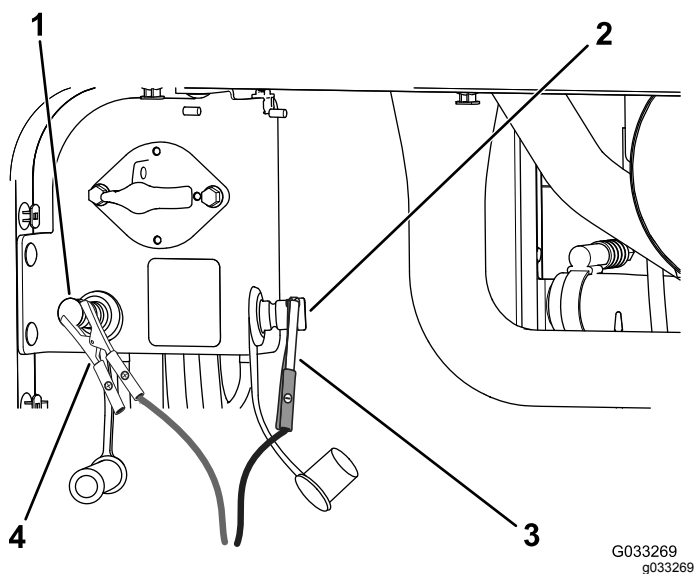

Figura 116
4. Collegare il cavo di avviamento positivo (+) al polo di avviamento positivo (Figura 116).
5. Collegare il cavo di avviamento negativo (-) al polo di avviamento negativo (Figura 116).
negativo (-) dal polo di avviamento negativo e che, successivamente, scolleghi il cavo di avviamento positivo (+) (Figura 116).